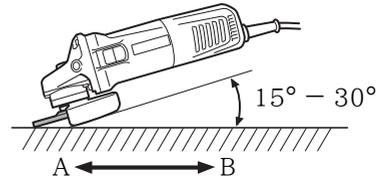

图 4
切勿将砂轮的全表面施加于要研磨的材料上。如图 4 所示，机器应保持  $15 - 30^\circ$ ，使砂轮的外缘以最佳角度与工件相接触。
4. 用新砂轮首次进行研磨时，应将角向磨光机由对面横过工件往操作人员这边拉，以免挖入工件（图 4 的 B 方向）。等砂轮的前缘适当磨损后，就可往任何方向进行研磨。